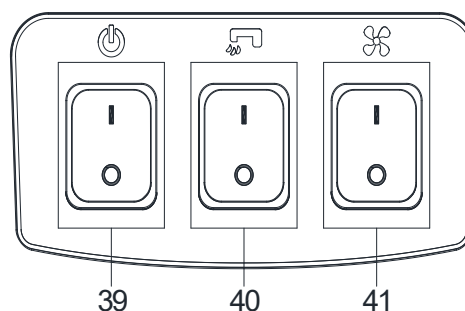
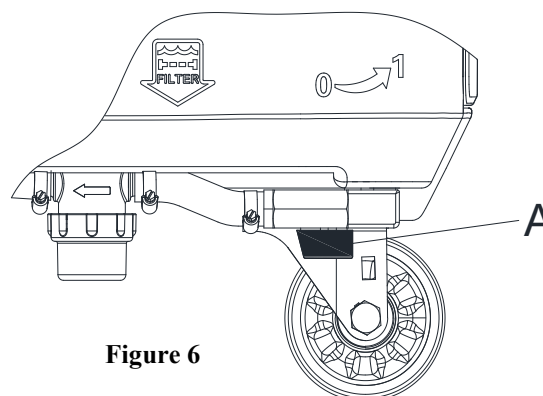

Figure 2
Figure 6
## PANNEAU DE COMMANDE (comme représenté sur la Figure 2)
1. Mettez l'interrupteur d'alimentation hors tension (39, Figure 2).
5. Appuyez sur l'interrupteur de démarrage (39, Figure 2).
Le volume du débit d'eau peut être réglé à l'aide de la poignée du clapet à bille (A, Figure 6) en fonction de la quantité d'eau requise pour le nettoyage.
La régulation de la poignée du clapet à bille (A, Figure 6) doit s'effectuer à condition que l'interrupteur d'alimentation (39, Figure 2) soit en position "OFF".